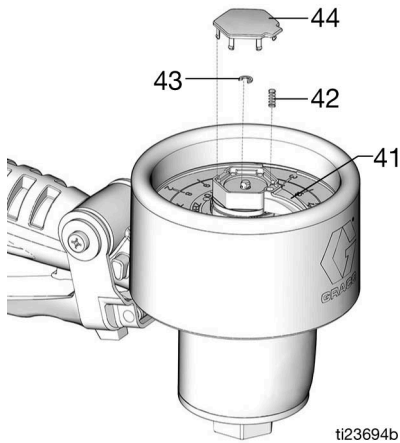

FIG. 25
6. Installare l'anello d'arresto piccolo (43), il perno del puntatore (41) e la molla del puntatore (42). Quindi installare il coperchio (44) (FIG. 25).